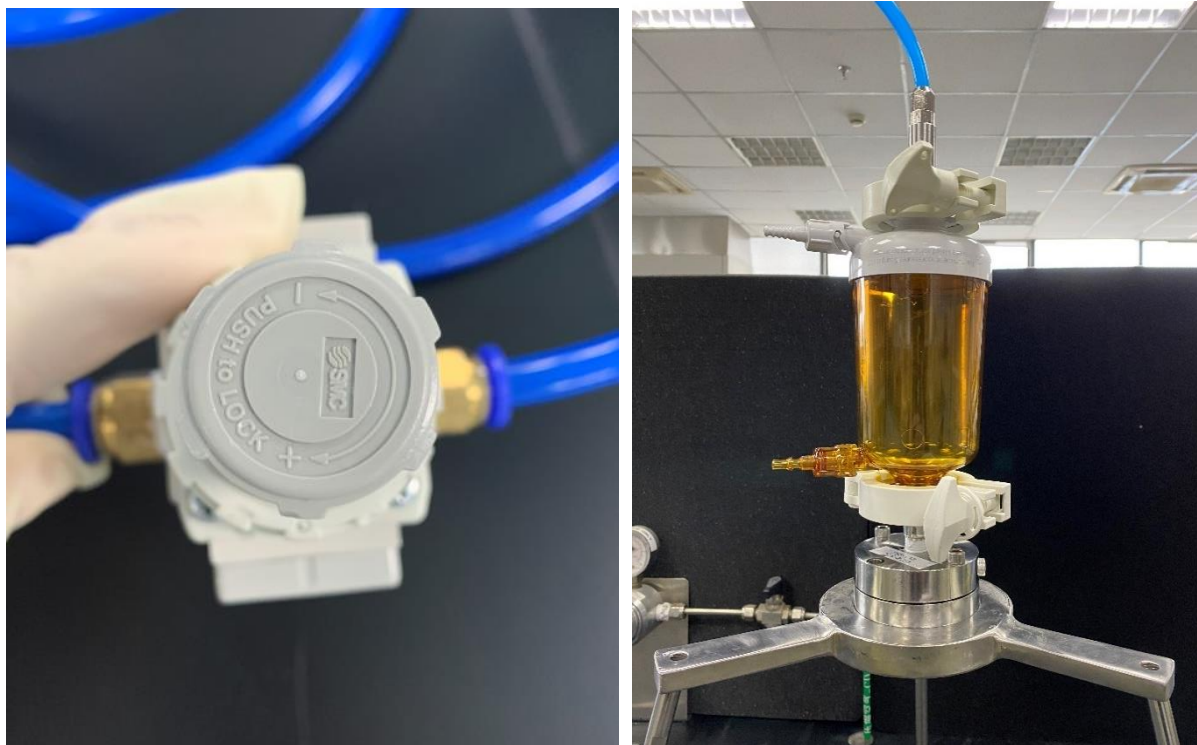

图 4. 过滤装置与气源连接，调节减压阀进行过滤
3.1.4 在压力罐中倒入约 100 mL 纯化水或注射用水，然后上端接上气管，如图 4 所示，使用减压阀缓慢增加压力至 0.5-1 bar 润湿滤膜，中途收集 40 mL 过滤的水备用。水滤完后使用减压阀，将罐内压力降为 0，断开罐上连接的气管。然后再倒入约 100 mL 缓冲液，按上述操作平衡滤膜，中途收集 40 mL 过滤的缓冲液备用。